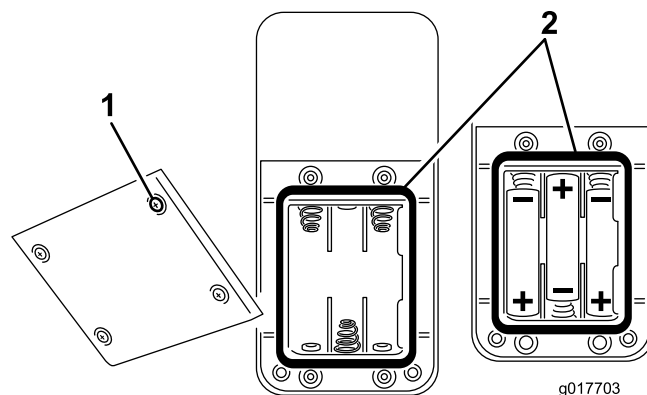

Figure 32
- Si le compartiment est vide, utilisez trois piles AAA neuves. Prenez soin de placer les piles dans le sens indiqué à la Figure 32.
- Si vous remplacez des piles à plat, retirez les anciennes piles et remplacez-les par trois piles AAA neuves. Prenez soin de placer les piles dans le sens indiqué à la Figure 32.